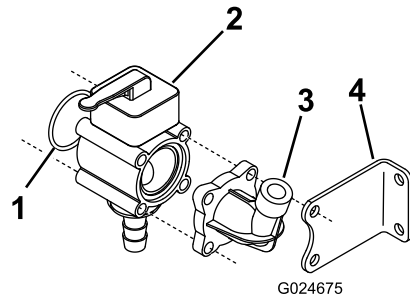

Figure 4
- Montez le joint torique, le bloc de vannes manuelles, la prise de manomètre retirée précédemment et le support de stabilisation au moyen des 4 tiges filetées et des rondelles plates et écrous que vous avez conservés ; voir Figure 4.